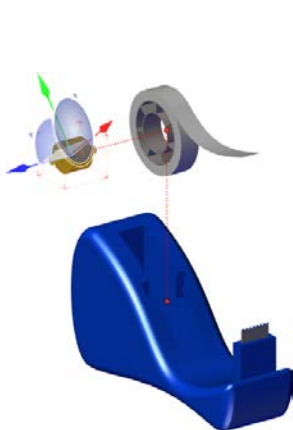

图 8-67 横向移动角色
STEP 5 将当前关键帧置于 2s 位置，然后同样执行平移操作，向左平移切割器的旋转轴一定的距离（系统自动添加关键帧），如图 8-67 所示。